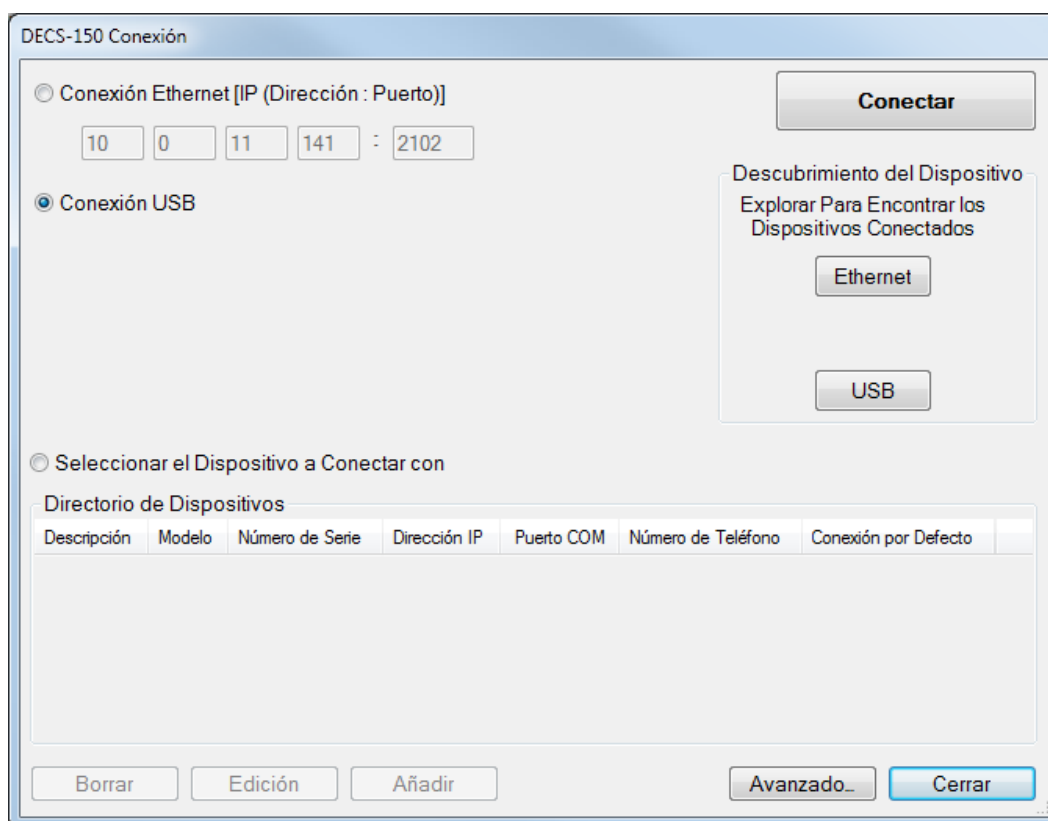

Figura 20-3. Ventana Conexión del DECS-150
3. En *BESTCOMSPPlus*®, haga clic en Comunicación, Nueva conexión, DECS-150, o en el botón Conexión de la barra de menú inferior. Aparece la ventana Conexión de DECS-150 que se muestra en la Figura 20-3.